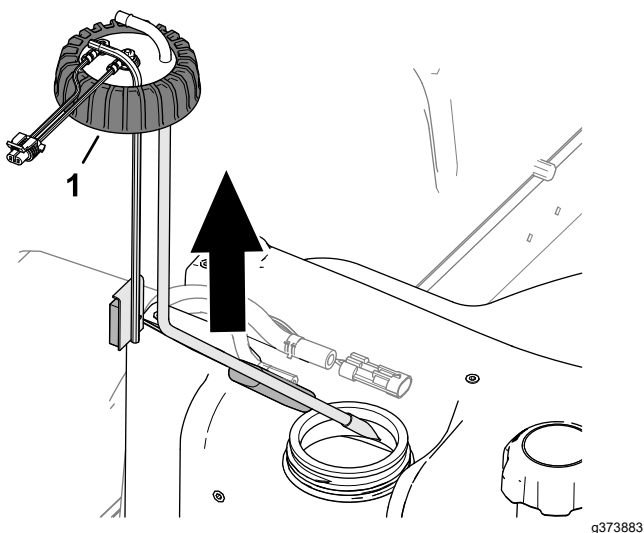

**Figura 85**
5. Afloje el tapón del sensor de combustible (Figura 85).